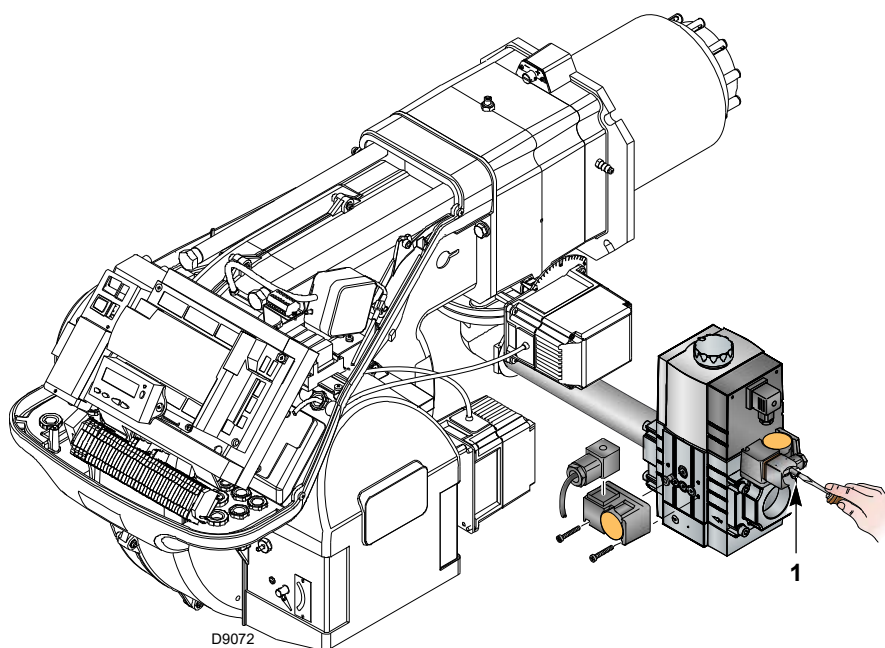

Рис. 27
- Проверьте давление подачи газа, подключив манометр к штуцеру для замера давления 1) (Рис. 27) реле минимального давления газа. Давление должно быть ниже максимально допустимого давления газа, указанного на заводской табличке.
- Выпустите воздух из труб газовой рампы, подсоединив пластмассовую трубку к штуцеру для замера давления 1) (Рис. 27) на реле минимального давления газа. Вывести наружу здания выпускную трубу, пока не появится запах газа.